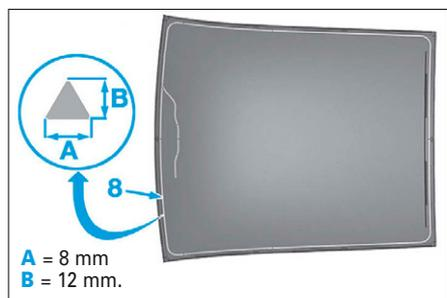

FIG. 19
- Tailler la buse en section triangulaire pour obtenir un cordon d'adhésif joint de largeur "B" et de hauteur "A" (Fig.19).